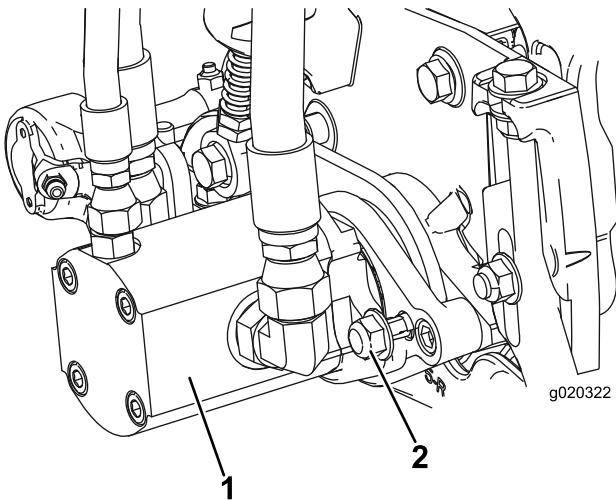

Figura 13
- Instale o motor rodando-o no sentido dos ponteiros do relógio de forma que as flanges do motor se afastem das porcas de bloqueio (Figura 13). Rode o motor no sentido contrário aos ponteiros do relógio até que as flanges envolvam e apertem as porcas.